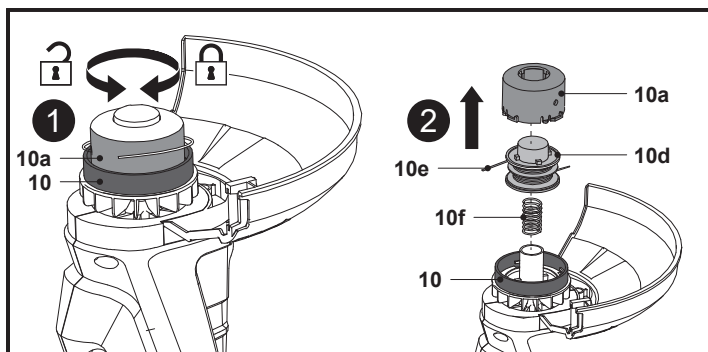

Fig. 14
1. Vire o produto ao contrário para aceder à cabeça do aparador (10).
2. Segure a cabeça do aparador (10) com firmeza com uma mão e, em seguida, desaperte a caixa (10a) para a esquerda com a outra mão e retire-a (Fig. 14, passo 1).
3. Retire a bobina do aparador (10d) e a mola (10f) da cabeça do aparador (10) (Fig. 14, passo 2).